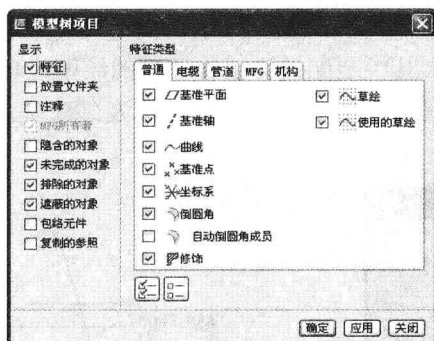

图 1-6 “模型树项目”对话框
(5) 单击模型树上方的“设置”按钮，在弹出的快捷菜单上选择“树过滤器”命令，系统弹出“模型树项目”对话框，选中“特征”复选框，如图 1-6 所示。这样零件的特征能在模型树上显示。